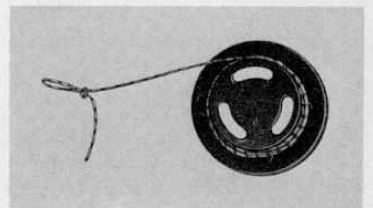

Bild 6
7.1. Der Meßpully 5100-347.01 (Bild 6)